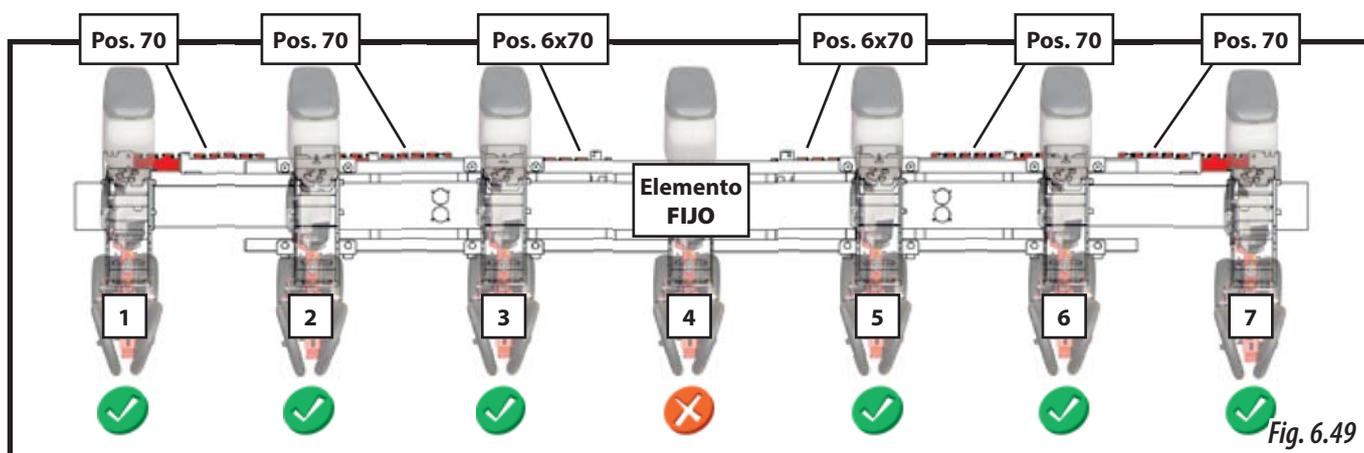

Fig. 6.49
- 1- Excluir el elemento central (Fig 6.49), véase el apartado 6.7 EXCLUSIÓN DE UN ELEMENTO DE SIEMBRA.